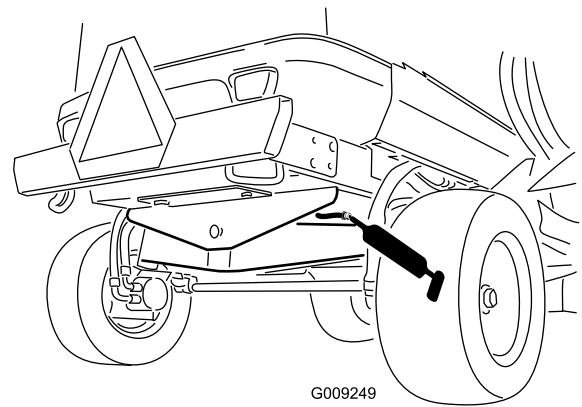

Figure 82
- 1 bague de pivot d'essieu arrière (Figure 82)